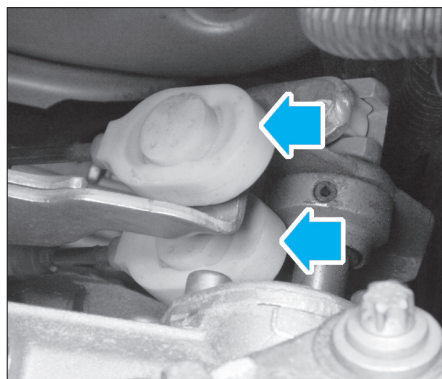

FIG. 2
- Décliper les câbles de commande de la boîte de vitesses (fig. 2).